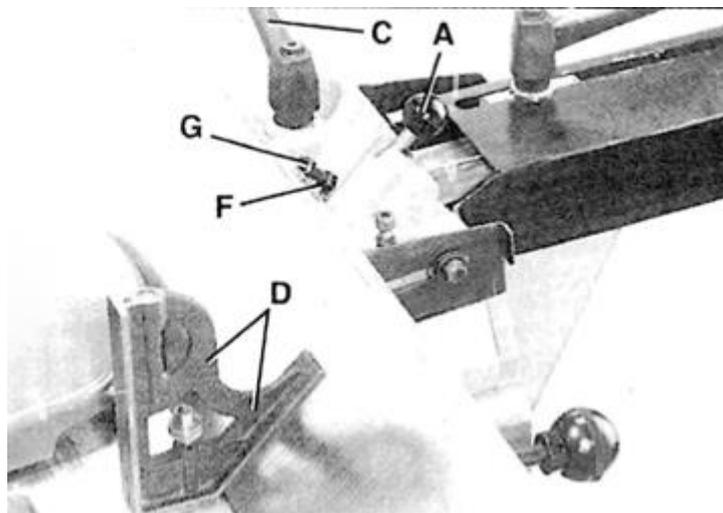

Рис. 39
5. Открутите стопорную рукоятку (С) – Рис. 39, вытяните и поверните поршень (А), наклоните ограждение наружу, насколько это возможно. Затем затяните стопорную рукоятку (С).
7. Если необходима настройка, открутите стопорную рукоятку (С) – Рис. 39. Открутите стопорную гайку (F) и поворачивайте регулировочный винт (G), пока угол ограждения не достигнет 45 градусов. Затяните стопорную рукоятку (С).